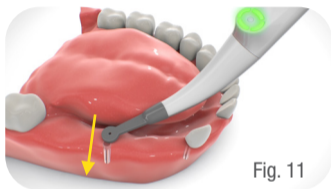

Fig. 11
- Si può ottenere una localizzazione dell'impianto più precisa eseguendo una scansione aggiuntiva verso guancia-lingua, come mostrato schematicamente in Fig. 11.